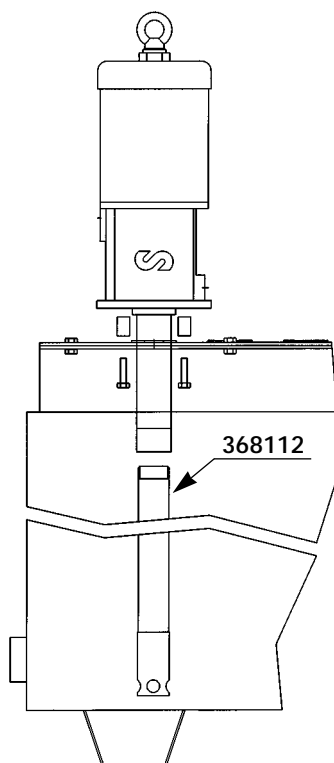

Fig. 3
- Tank mounting. Screw the suction tube (368112) into the foot valve. Insert the pump through the flange of the tank cover. Secure the pump to the flange (see figure 3).
- Fixation sur citerne. Serrer le tube prolongateur (368112) à la pompe. Introduire le tube à l'intérieur de la bride du couvercle de la citerne. Visser la pompe à la bride (voir figure3).